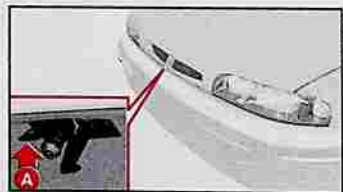

fig. 93
- 2) Appuyer sur le levier **A**-fig. 93.